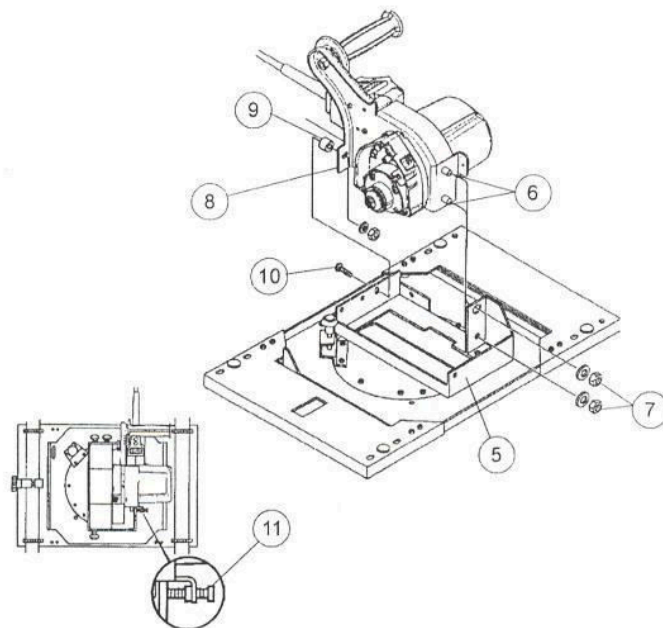

РИС. 28. Снятие мотора на всех станках серии С и Н
Для того, чтобы снять пильный мотор с поворотной базы, необходимо (см. РИС. 28):
4. Отвинтить гайки с двух нижних крепежных винтов (6 и 10 на РИС. 28)
5. Придерживая мотор рукой, отвинтить верхний крепежный болт (10) и подкладку (9)